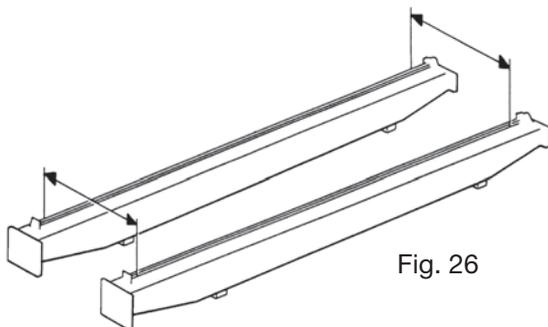

Fig. 26
- Alignez et séparez les poutres de la grue les unes des autres de sorte que la distance entre les rails corresponde à celle du palan ou du treuil à supporter. (figure 26).